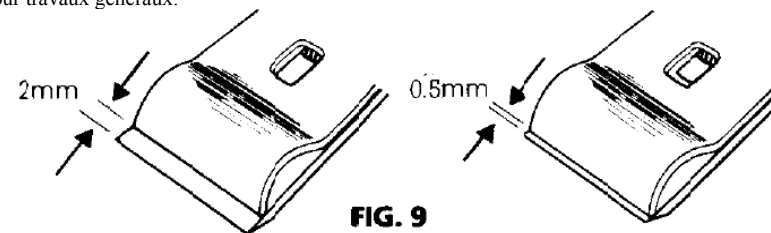

FIG. 9
Appliquer le procédé inverse de celui décrit à la Section 3. Pour régler la distance entre le contre-fer (12) et le tranchant (Fig. 9), suivre les indications suivantes: 0,5mm pour travaux de finition délicate sur bois dur et jusqu'à 2,0 mm pour travaux généraux.